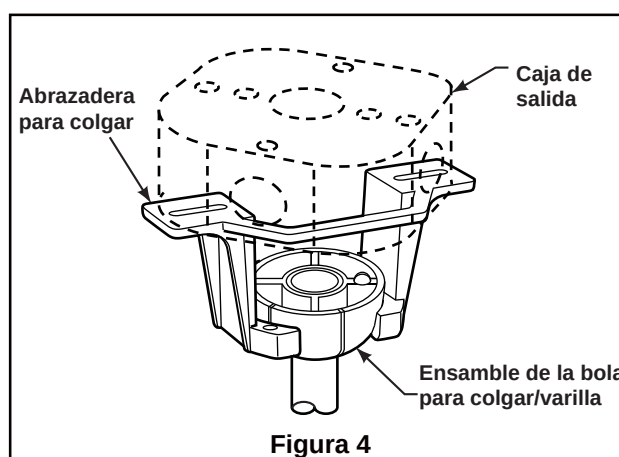

Figura 4
4. Enrosque el soporte de la varilla y alinee los orificios de la clavija de horquilla en ambas piezas. Instale la clavija de horquilla y asegúrela con la pinza de horquilla. Fije los dos tornillos de presión y las tuercas de seguridad en el soporte de la varilla interior. (Figura 4)
- ☐ 2. Levante cuidadosamente el ventilador y coloque el ensamble de la bola para colgar/varilla en la abrazadera para colgar que acaba de fijar a la caja de salida. Asegúrese de que la ranura de la bola esté alineada con la lengüeta de la abrazadera para colgar. (Figura 4)
- ☐ **4.** Extraiga el retenedor del vidrio de la sujeción de la bombilla y guarde el retenedor del vidrio para el próximo paso. (Figura 4)
- 4.** comprobar el funcionamiento de la luz hacia abajo tirando suavemente de la cadena del tirón luz. (Figura 4)